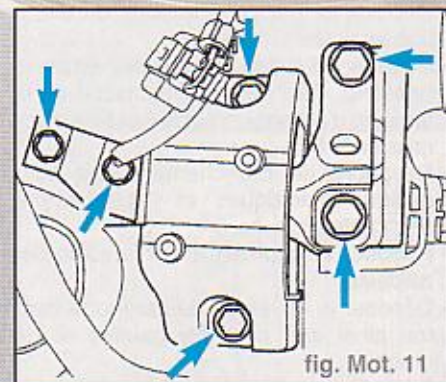

fig. Mot. 11
- Dévisser les vis de fixation de la fixation de l'ensemble mécanique/support de moteur, fixation de l'ensemble mécanique/carrosserie et le support de la fixation de l'ensemble mécanique/carrosserie (flèches) et déposer entièrement le palier de moteur (fig. Mot. 11).